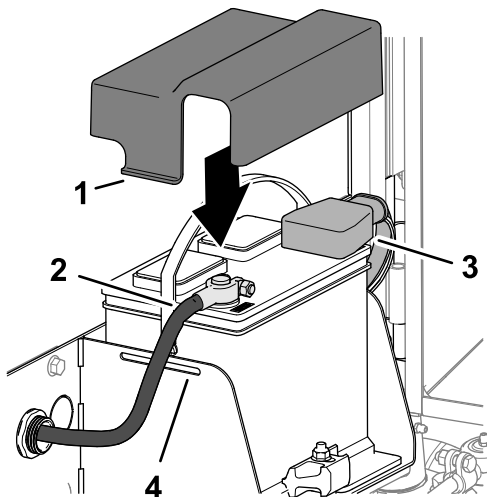

Figura 133
- Conecte el cable positivo (rojo) al borne positivo (+) de la batería (Figura 133).